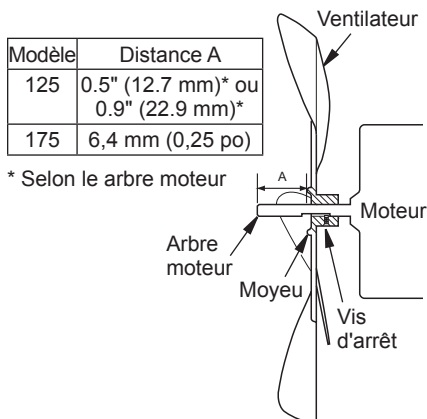

Figure 10 - Coupe transversale du ventilateur
15. Remplacez le ventilateur sur l'arbre moteur. Placez la vis d'arrêt sur le côté plat de l'arbre. Voir le tableau de la figure 10 sur les distances entre le moyeu du ventilateur et l'extrémité de l'arbre du moteur. Serrez bien la vis d'arrêt à 2,8-3,50 kg/ cm² (40-50 po/lb).